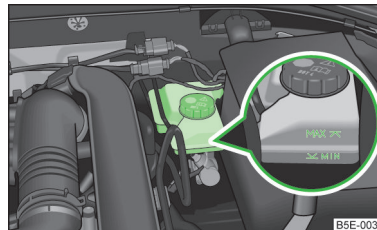

Fig. 186
- Qualora il livello del liquido fosse sceso sotto la tacca MIN, » fig. 186 a pagina 233,  non proseguire la marcia - pericolo di incidente! Richiedere l'assistenza di un'officina autorizzata.
- Controllare il livello di liquido di raffreddamento nel serbatoio » fig. 186.